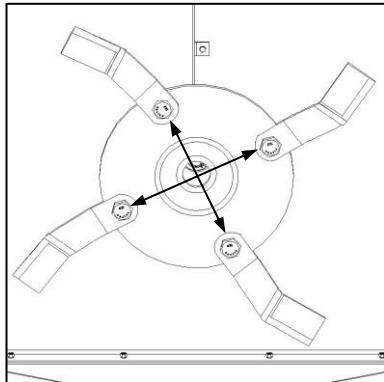

Fig. 9
- ✓ Weigh blades before installation. Blades of nearest equivalent masses should be installed in opposing positions on the same cutting gear assembly to maintain balance (Fig. 9 / 10).
- ✓ Weeg lemme voor hulle aangebring word. Lemme met die naaste eenderse massas moet teenoor mekaar op dieselfde snymeganismemontering aangebring word om balans te handhaaf (Fig. 9 / 10).